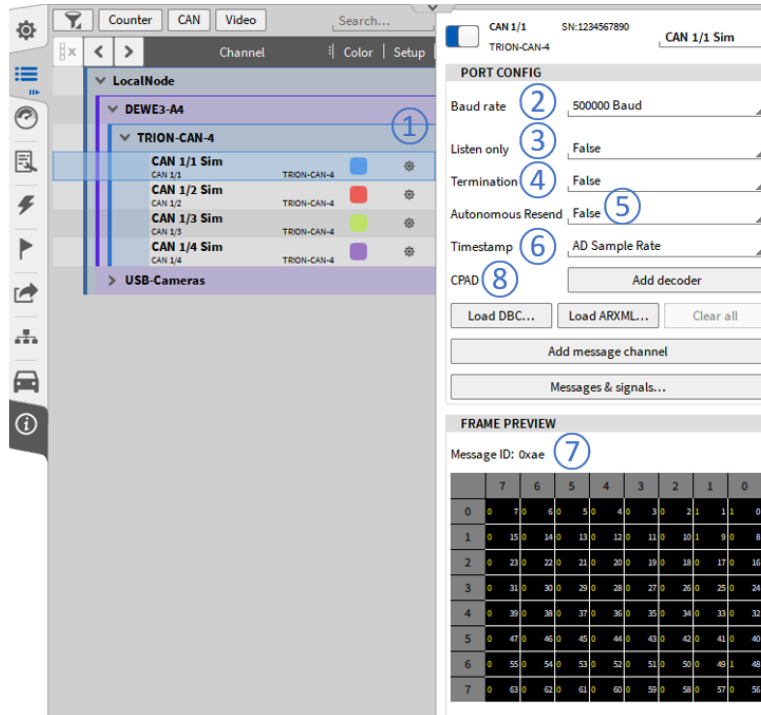

Abb. 7.188: CAN-Port-Konfiguration
Um den CAN-Port richtig zu konfigurieren, gehen Sie zur Kanalliste und öffnen Sie die CAN-Port-Konfiguration des dedizierten CAN-Ports, indem Sie die Zahnrad-Taste drücken (siehe ① in Abb. 7.188).
- Baudrate (siehe ② in Abb. 7.188):
- Listen only (siehe ③ in Abb. 7.188):
- Termination (siehe ④ in Abb. 7.188):
- Autonomous Resend (siehe ⑤ in Abb. 7.188):
- Timestamp (siehe ⑥ in Abb. 7.188): Legt Zeitbasis fest, auf der die CAN-Signale ausgerichtet sind.
Die Framevorschau (siehe ⑦ in Abb. 7.188) zeigt eine Vorschau der empfangenen Nachrichten an, wenn alle Einstellungen (insbesondere Baudrate und Terminierung) korrekt eingestellt sind.
- CPAD (siehe ⑧ in Abb. 7.188): Wenn ein Modul der CPAD-Serie an den CAN-Bus angeschlossen ist, kann ein CPAD-Decoder hinzugefügt werden, um ihre Nachrichten und Signale zu dekodieren, ohne dass eine zugehörige dbc-Datei erforderlich ist. Weitere Informationen finden Sie in *XR's und CPADs mit OXYGEN*.